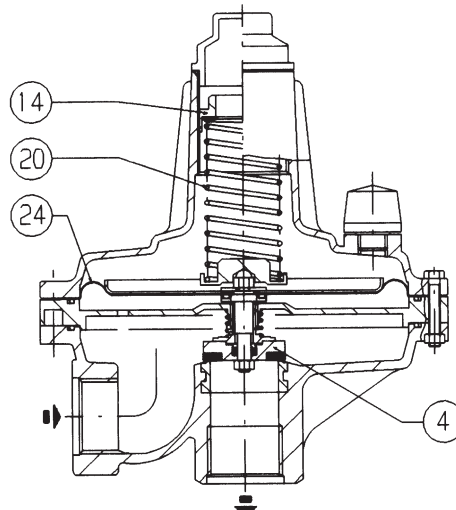

Fig. 6
Ovviamente la quantità di gas scaricata dipende dall'entità della sovrappressione rispetto alla taratura. I diversi modelli di valvole di sfioro disponibili si basano tutti sullo stesso principio di funzionamento, che viene in seguito illustrato facendo riferimento alla valvola VS/AM 55 (fig. 6). Esso si fonda sul confronto tra la spinta sulla membrana 24 derivante dalla pressione del gas da controllare e la spinta derivante dalla molla di taratura 20. In questo confronto intervengono il peso dell'equipaggio mobile, le spinte statiche e quelle dinamiche residue sull'otturatore 4. Quando la spinta derivante dalla pressione del gas supera quella della molla di taratura, l'otturatore 4 viene sollevato con conseguente scarico di una certa quantità di gas.
*The different models of relief valves available are all based on the same operating principle which is illustrated below with reference to the valve VS/AM 55 (fig. 6).*
Natürlich hängt die Menge des abgeblasenen Gases immer vom Druckanstieg in Bezug auf den Regeldruck ab. Die verschiedenen zur Verfügung stehenden Abblaseventil-Modelle beruhen alle auf dem gleichen Funktionsprinzip, das nachfolgend am SBV VS/AM 55 (Fig. 6) dargestellt wird. Wenn die Kraft unter der Vergleichermembran 24 im Gleichgewicht mit der Federkraft der Einstellfeder 20 steht, dann ist der Ansprechpunkt erreicht, und das Stellglied 4 beginnt zu öffnen.
*Les différents modèles de soupapes d'échappement disponibles se basent tous sur le même principe de fonctionnement qui est décrit ci-après lorsqu'on parle de la vanne VS/AM (fig. 6).*
Los diversos modelos de válvulas de escape disponibles se basan todos sobre el mismo principio de funcionamiento, que se describe a continuación haciendo referencia a la válvula VS/AM 55 (fig. 6).
*Os vários modelos de válvula de alívio são sempre baseados no mesmo princípio de funcionamento, o qual é apresentado na fig. 6 e relativo ao modelo VS/AM 55. O mesmo é baseado no confronto entre o impulso sobre a membrana 24 derivante da pressão do gás a ser controlado e o impulso derivante da mola de calibração 20.*